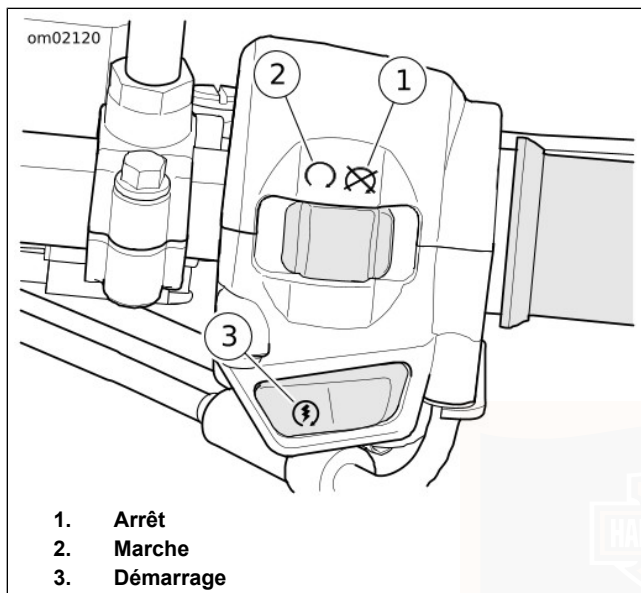

Figure 25. Commutateurs de commande sur la droite du guidon
Voir Figure 25. Appuyer sur le commutateur marche/arrêt (1) pour arrêter le moteur. Lorsque le commutateur marche/arrêt est en position arrêt, le moteur ne peut pas démarrer ou tourner. Lorsque le commutateur marche/arrêt est en position marche, le moteur démarre et tourne. Se référer au Tableau 22.
Voir Figure 25. Mettre le commutateur marche/arrêt en position marche (2) pour actionner les circuits électriques du moteur. Lorsque le commutateur marche/arrêt est en position marche (2), le moteur démarre et tourne. Se référer au Tableau 22.
Voir Figure 25. Lorsque le commutateur marche/arrêt est en position marche, appuyer sur le commutateur du démarreur (3) pour démarrer le moteur. Se référer au Tableau 22.